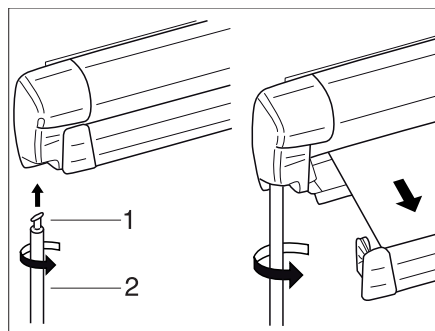

Bild 39 Markise
- Haken (Bild 39,1) der Kurbelstange (Bild 39,2) in die Getriebeöse einhängen und um 90° drehen.